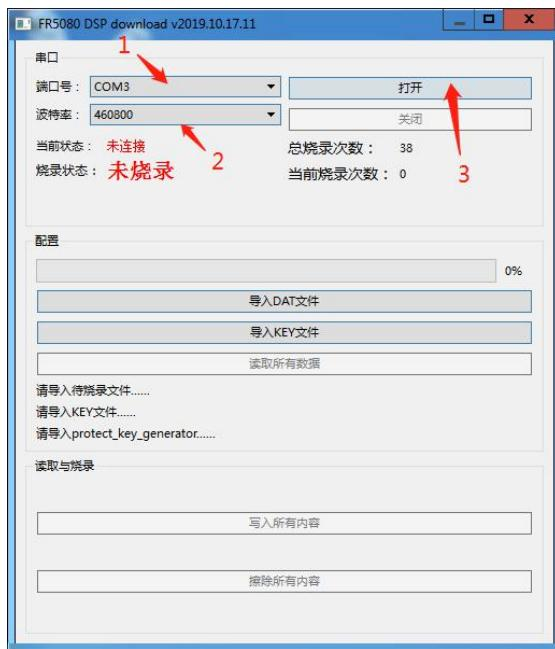

图 6.4
6.4.2 双击打开 fr5080\_config 烧录工具，选择串口端口号、波特率、点击打开，如图 6.4